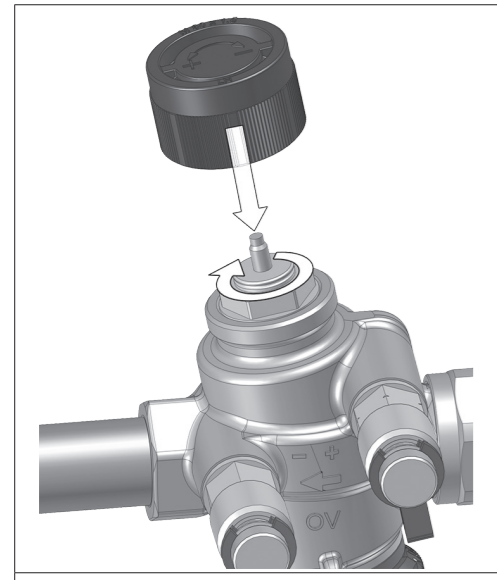

Fig. 8: Fermeture
1. Fermer le robinet, par ex. à l'aide du capuchon de protection (voir Fig. 8).
Visser le capuchon de protection joint sur le raccordement fileté M 30 x 1,5 (voir Fig. 8).